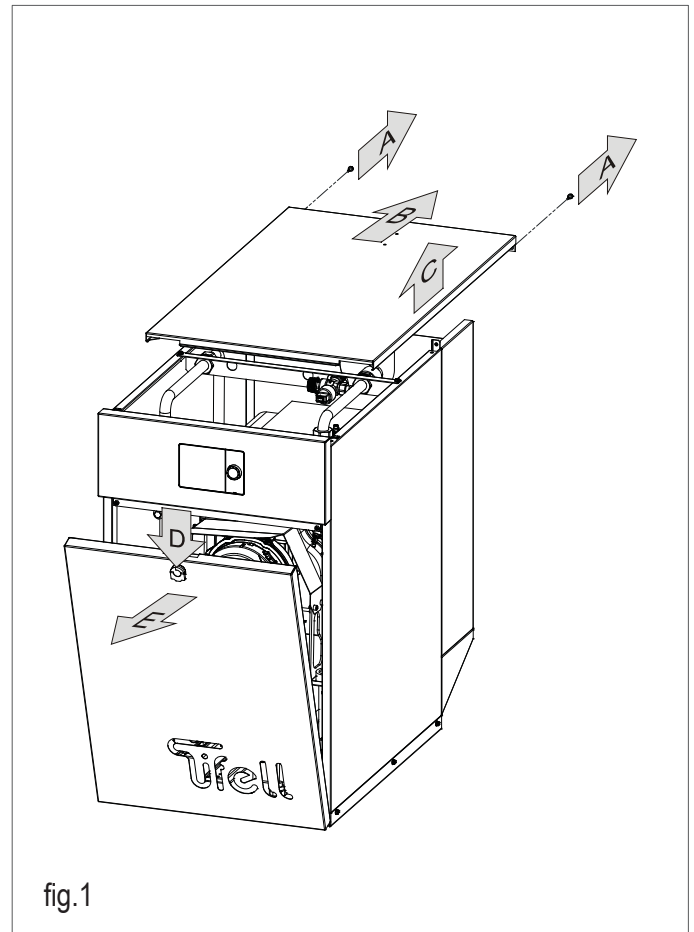

fig.1
- La tapa superior se desmonta soltando los dos tornillos roscachapa que la sujetan por la parte posterior de caldera (fig. 1; A). Una vez sueltos los tornillos se debe desplazar la tapa hacia atrás (fig. 1; B) para poder levantarla (fig. 1; C).
- La puerta frontal se desmonta girando la maneta situada en la parte superior central de la puerta (fig. 1; D) y abatiendo la puerta hacia el exterior (fig. 1; E).
- La puerta frontal se desmonta presionando hacia abajo el pulsador situado en la parte superior central de la puerta (fig. 1; D) y abatiendo la puerta hacia el exterior (fig. 1; E).